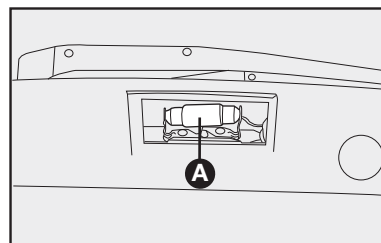

fig. 38
2) Retirar a lâmpada **A-fig. 38** de sua sede e substituí-la.